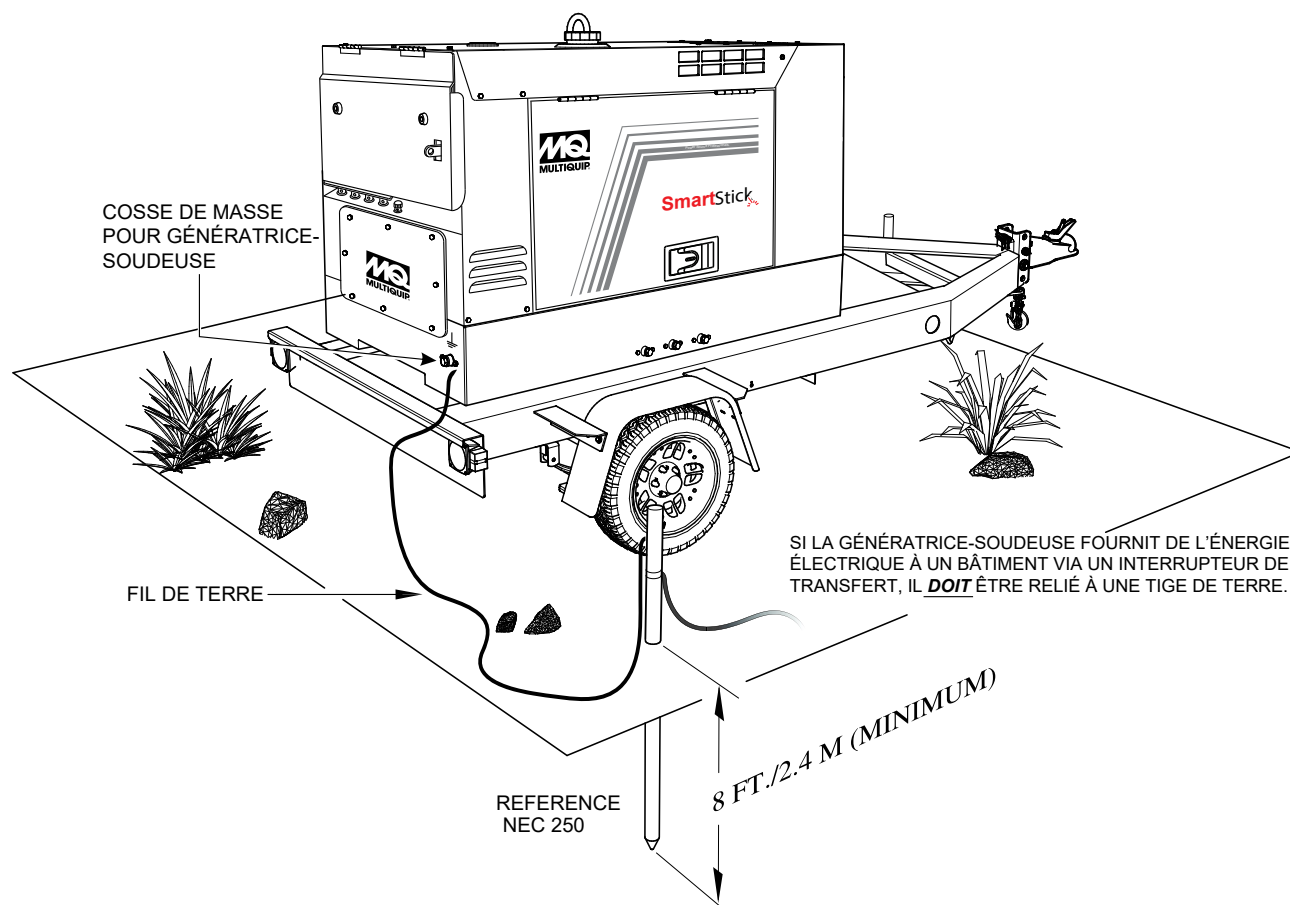

Figure 3. Application de mise à la terre typique du soudeur-générateur
Connecter une extrémité de la borne du câble de mise à la terre au point de masse du soudeur-générateur (Figure 3). Branchez l'autre extrémité du câble de masse à une terre appropriée (tige de mise à la terre).
La réglementation du code de la sécurité et la santé au travail (OSHA) et le Code national de l'électricité (NEC) recommandent que si le soudeur-générateur fournit de l'énergie électrique à une structure (maison, bureau, atelier, remorque ou similaire), il **doit** être connecté à un système d'électrode de mise à la terre, tel qu'une tige de mise à la terre enfoncée (Figure 3).
Le cas échéant, pour éviter tout risque de choc électrique et de dommages au générateur, il est important de prévoir une bonne **mise à la TERRE**, (Figure 3).
2. Lorsque la mise à la terre du générateur (Figure 3) est nécessaire, connecter une extrémité du câble de terre à la cosse de terre du générateur. Connecter l'autre extrémité du câble de terre à la tige de terre (mise à la terre).